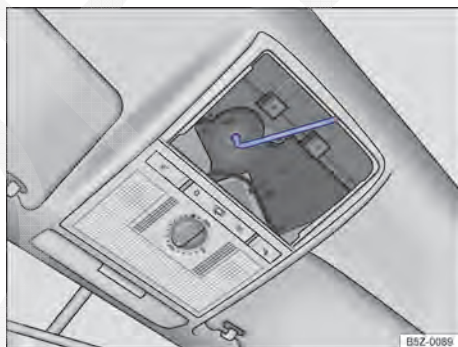

Fig. 158 Parafuso sextavado para fechamento do teto solar.
- Encaixar uma chave sextavada comum¹⁾ de tamanho de 4 mm no parafuso sextavado ⇒ Fig. 158 .